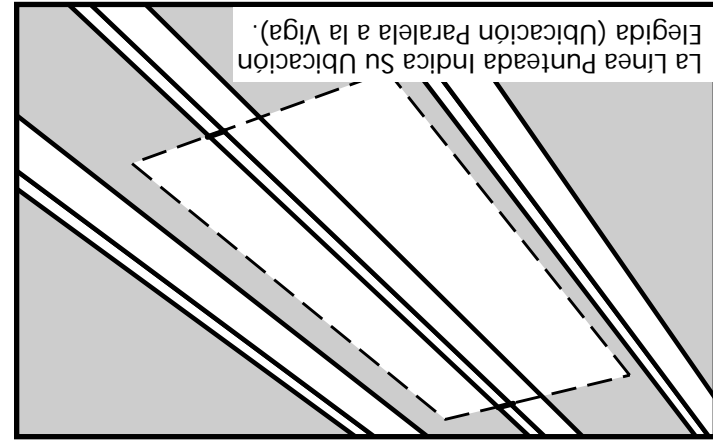

Figura 8
(A) Si la ubicación elegida es paralela a las vigas, marque la longitud de la abertura preliminar sobre la parte superior de las vigas según se muestra en la Figura 8. No corte la viga en esta marca.